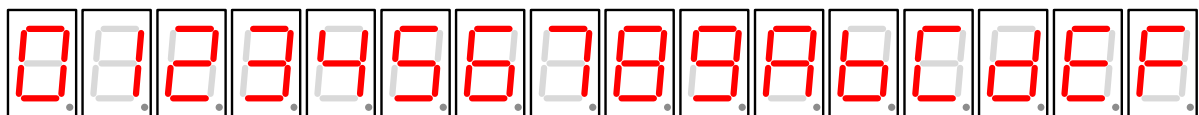

Figura 5. Representação dos dígitos de 0 a F no *display* de 7 segmentos.
5. Construa a tabela que relaciona as combinações binárias de 4 bits (dígitos 0 a F) com o respetivo código de 7 segmentos, de acordo com o circuito montado no ponto anterior e com a definição gráfica dos dígitos apresentada na Figura 5. Com os códigos de 7 segmentos de cada um dos 16 dígitos complete a declaração do *array* seguinte: